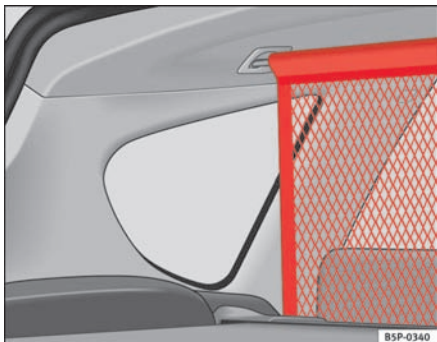

Fig. 126 Bagagerumsnet
- Træk nettet op mellem ryglænet og bagagerumsafdækningen nedefra, og hæng det fast i holderne i loftet, først i højre og derefter i venstre side ⇒ fig. 126.